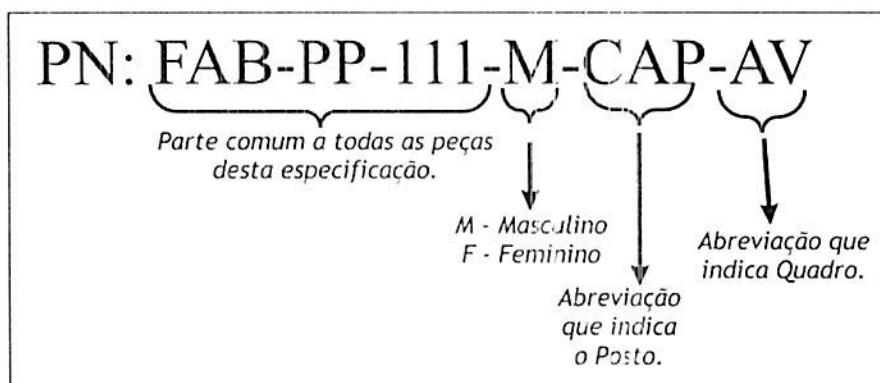

Figura 1: apresentação da estrutura do PN.
03.01 O *Part Number* (PN), estruturado conforme Figura 1, está localizado nas tabelas 2 a 28 e deverá ser de uso obrigatório nas linhas de produção das fábricas.